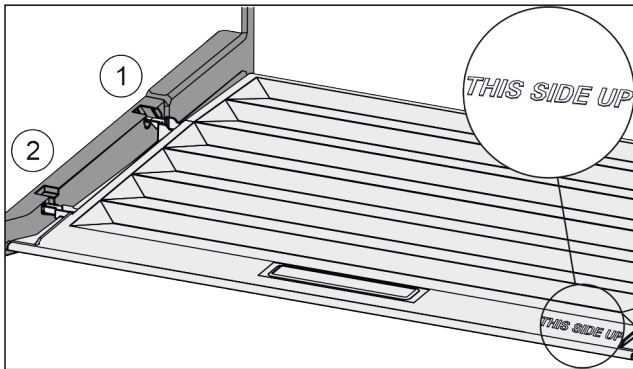

Fig. 47
- ▶ Introduire les rainures du couvercle par l'orifice du support arrière Fig. 47 (1) et les enclencher à l'avant dans le support Fig. 47 (2).